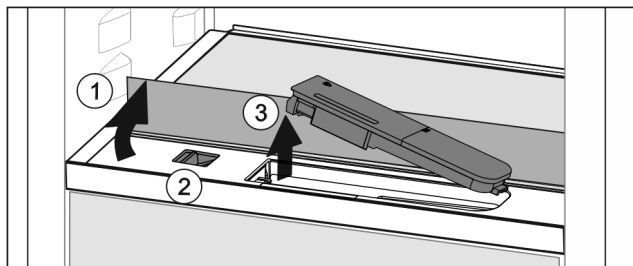

Fig. 87
- ▶ Ridicați placa de sticlă și rabatați în spate până la opritor Fig. 87 (1).
- ▶ Împingeți zăvorul Fig. 87 (2) spre stânga.
- ▶ Scoaterea rezervorului de apă Fig. 87 (3).